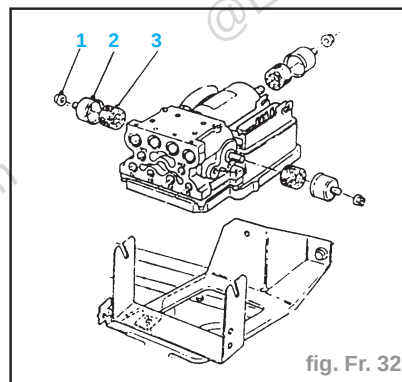

fig. Fr. 32
- Déposer la centrale de commande du support de fixation, trois écrous (1) (fig. Fr. 32).
- Désassembler la fixation (2) et le tampon caoutchouc (3) de la centrale de commande.